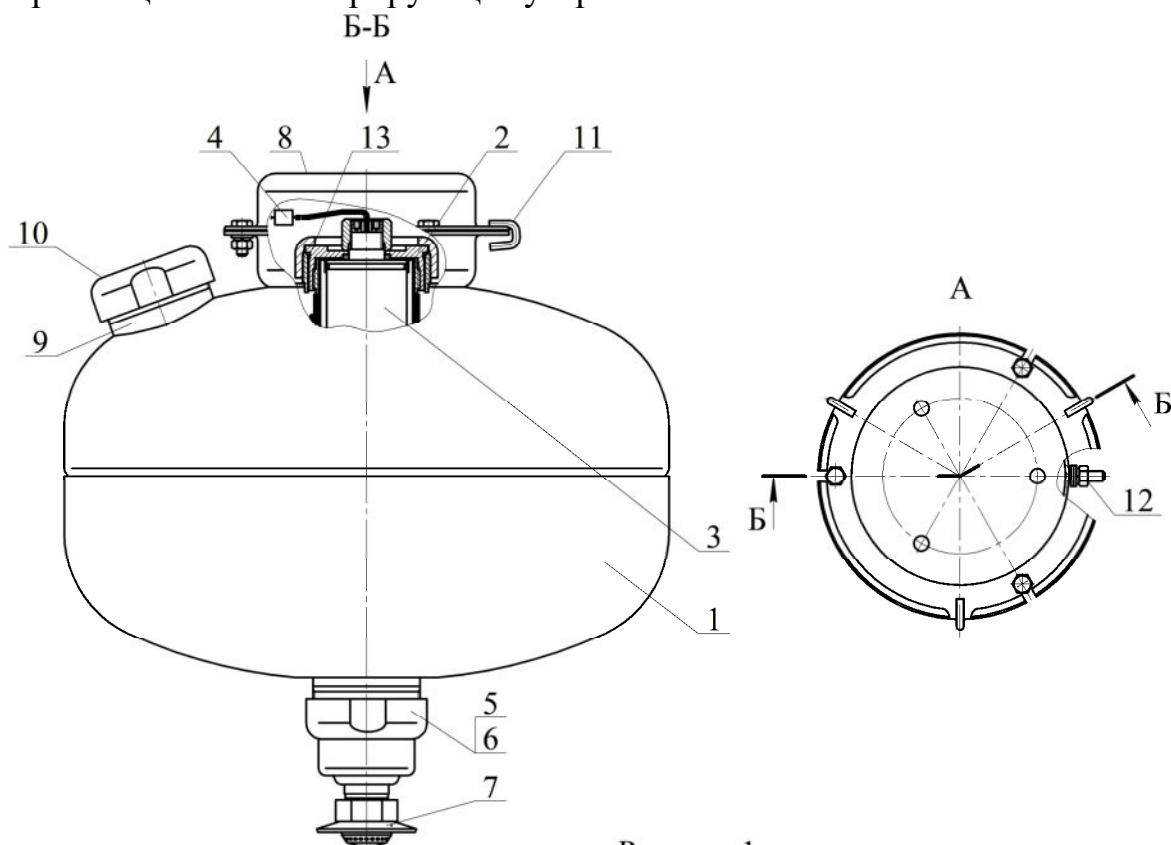

Рисунок 1
4.1.1 МУПТВ (см. рисунок 1) состоит из корпуса 1, заправленного ОТВ, в котором размещено газогенерирующее устройство 2.
4.2.1 После подачи электрического импульса на выводы элемента электропускового 4 (см. рисунок 1) ИХГ 3 генерирует газ, который создает давление внутри корпуса МУПТВ для вскрытия мембраны 5 и выпуска через насадок-распылитель 7 в зону горения тонкораспыленной струи ОТВ.
6.3 Закрепить кронштейн **8** (см. рисунок 1) на потолке. Координаты отверстий в кронштейне приведены на рисунке 6.
6.5.3 Полученный раствор ОТВ залить в отверстие верхней горловины **9** (см. рисунок 1). Для окончательного приготовления ОТВ открыть упаковку с жидкой добавкой и залить ее в отверстие верхней горловины **9**. Установить в отверстие горловины предохранительный клапан **10**. Сверху закрутить гайку до упора.
6.6 На выпускную горловину гайки **6** (см. рисунок 1) накрутить до упора насадок-распылитель **7**.